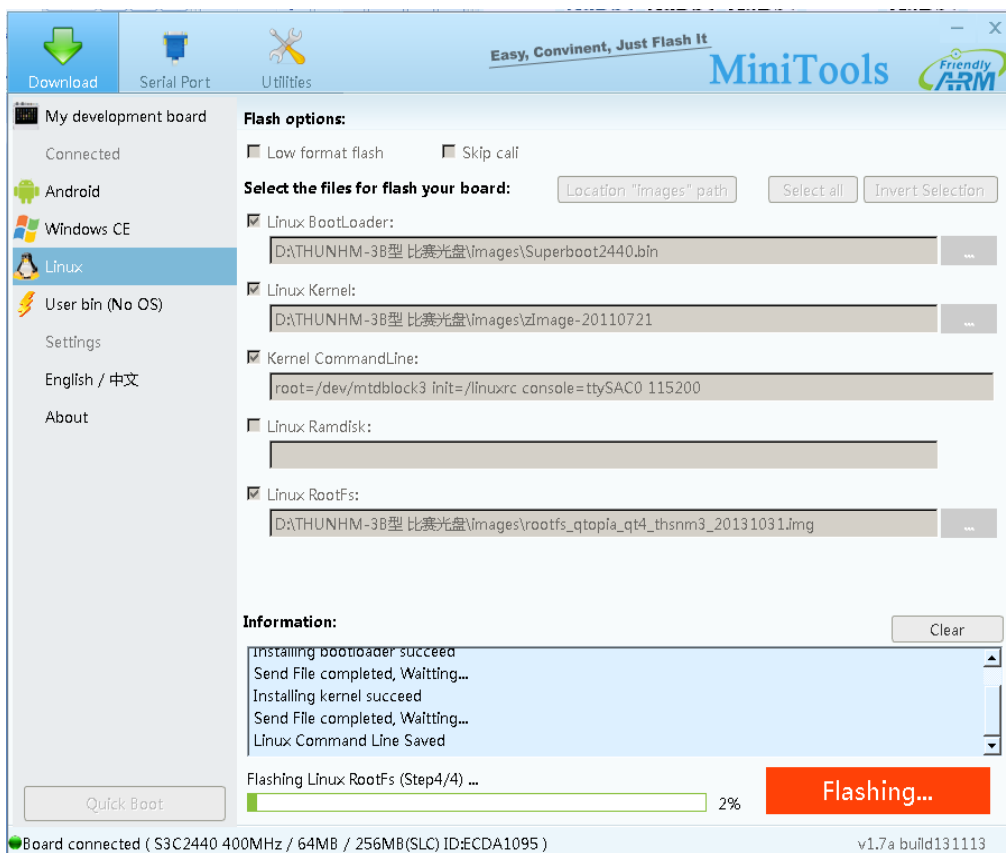

图 11 烧录文件系统界面
- ⑤ 在MiniTools软件中点击『Start Flashing』按钮，开始烧录，如图11所示。